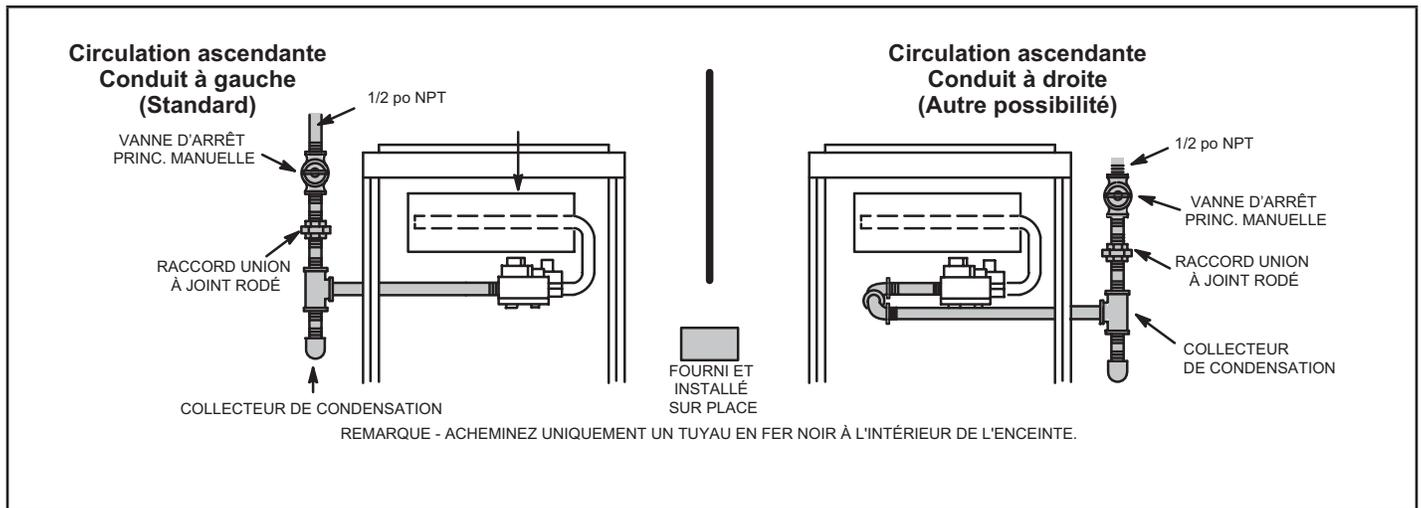
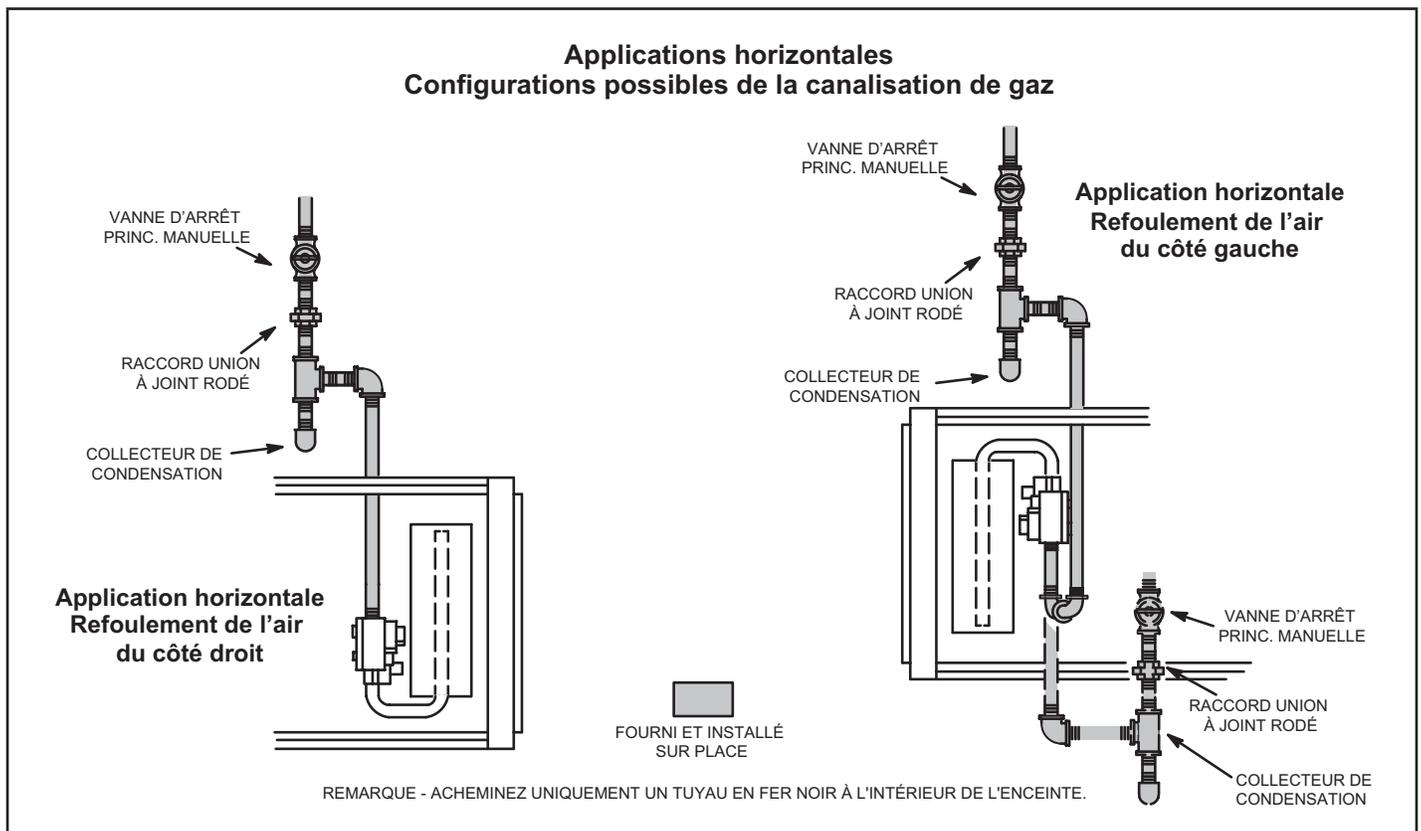

Figure 55
Figure 56
- 1 - La canalisation de gaz peut pénétrer dans l'appareil par le côté droit ou le côté gauche. La canalisation d'alimentation entre dans la vanne de gaz par le côté, comme illustré à la figure 55. Connectez la canalisation de gaz sur la vanne. La canalisation de gaz doit être serrée à un couple minimum de 350 lb-po et un maximum de 800 lb-po sur la vanne de gaz.
- 3 - La canalisation de gaz ne doit pas traverser les conduits d'aération, les chutes à linge sale, les cheminées ou conduits d'évacuation de gaz, les monte-plats ou les cages d'ascenseur. Centrez la canalisation de gaz dans l'ouverture. La canalisation de gaz ne doit pas toucher le côté de l'unité. Reportez-vous à la Figure 55 et à la Figure 56.